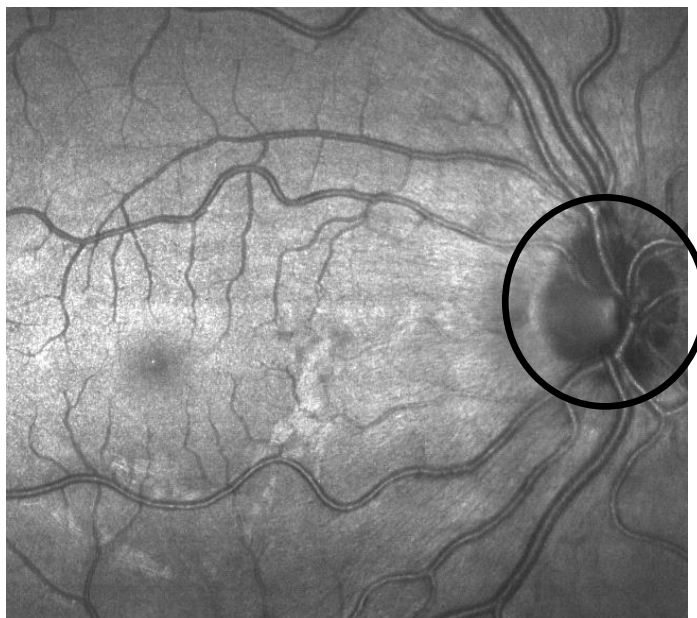

Fig. 16 – Il disco ottico (indicateo dal cerchio nero)
- disco ottico: una porzione specifica della retina caratterizzata da una struttura a forma circolare in cui entrano ed escono i vasi (v. Fig. 16);